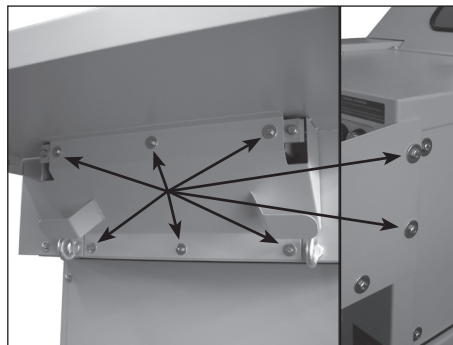

fig. 3
3. Aparafusar a mesa com firmeza ao cárter, usando os oito parafusos e anilhas desapertados anteriormente (três à frente, dois na lateral), e ao topo do dispositivo de fixação da fita de transporte (três unidades) (fig. 3).